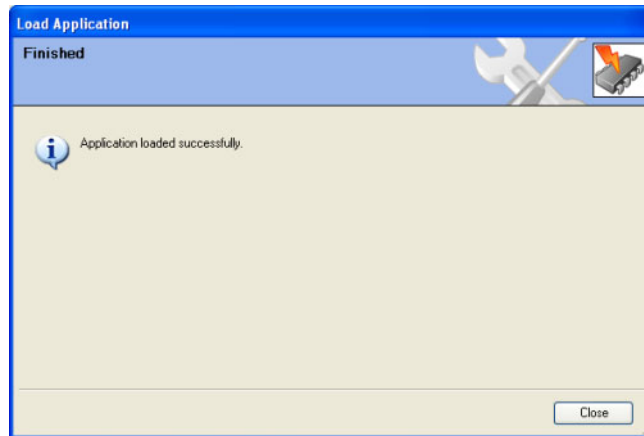

図 5-12. 最終画面
17. コンバートされた設定はコントロールにローディングされます。全ての設定がセーブされるまで待ちます。最後の画面に “Application loaded successfully” のメッセージが出ます。(図 5-12) Close ボタンを押します。